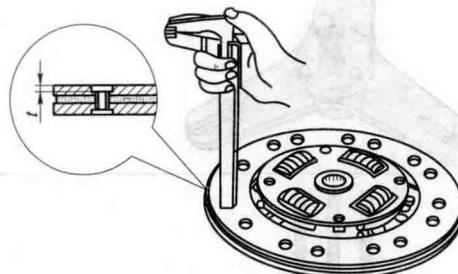

图 1-4 检测从动盘摩擦片的磨损量
(1) 目视检查。
- ① 检查飞轮面是否损坏或有刮痕。
- ② 检查飞轮的磨损。
- ③ 检查起动机环形齿轮。
- ④ 检查离合器盖及压盘。
(2) 检修。
- ① 检测从动盘摩擦片的磨损量：用游标卡尺测量铆钉头的深度，如图 1-4 所示。若摩擦片工作表面至铆钉头的深度小于 0.5 mm，则应更换摩擦片。